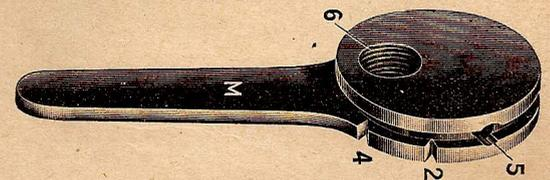

Fig. 15. — Excentrique à manette M vissé et goupillé sur le bout de l'axe du moyeu du côté gauche (fig. 12 et 13).
3. — Cran repère pour l'excentrique à manette M de la fig. 15